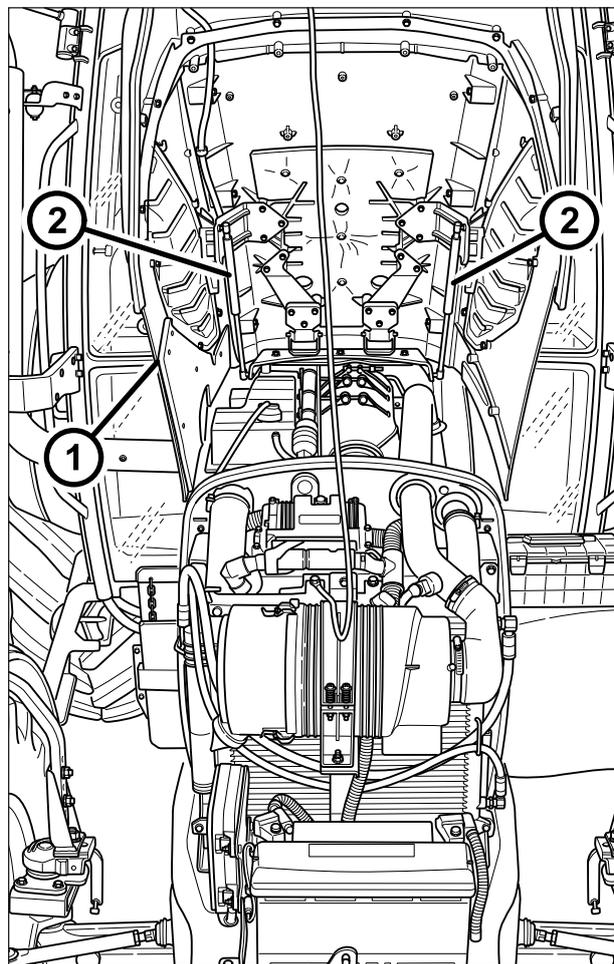

Abb.7-5
- Die Motorhaube (1) heben, die dank der Gasfeder (2-Abb. 7-5) gehoben stehen bleiben wird.
- Zum Schließen der Motorhaube auf die Motorhaube drücken (Abb.7-5), um den Widerstand der Gasfeder zu überwinden.